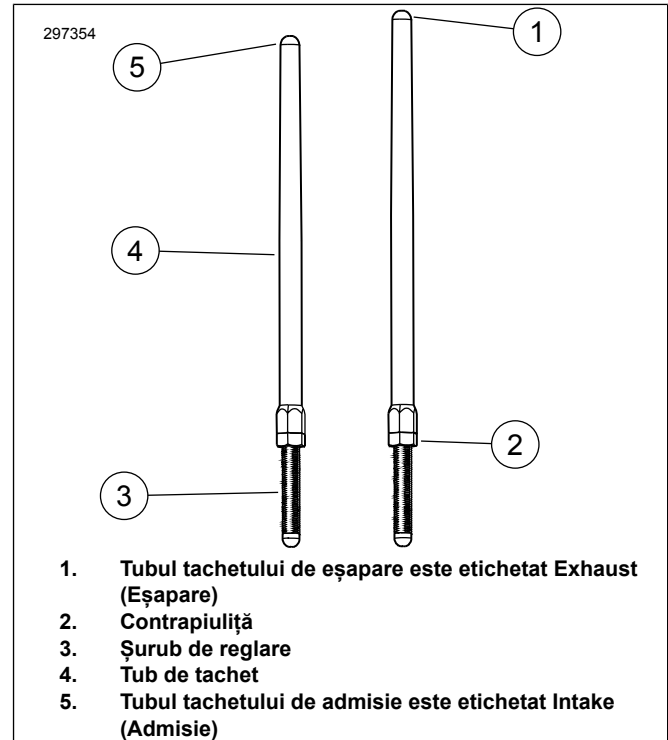

Figura 1. Tacheț reglabil
4. Consultați Figura 1 . Slăbiți contrapiulițele de la toți tacheții și reglați-i la lungimea lor cea mai scurtă.
2. Consultați Figura 1 . Ținând șurubul de reglare a tachelului să nu se rotească, cu o cheie de 5/16", rotiți ușor tubul tachelului cu o cheie de 1/2", 2-1/2 ture complete în sens orar (lungind tachelul), așa cum se vede din partea de jos. (Există un punct pe părțile plate ale tubului de tachel, care poate fi utilizat ca referință.)